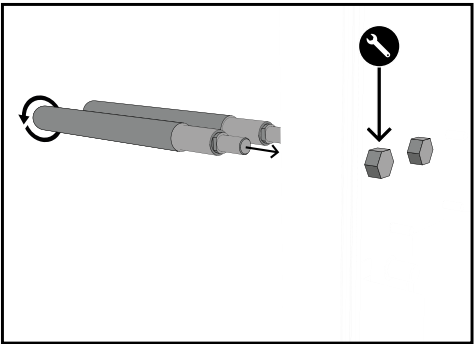

Fig. 14
1. Utilizzando una chiave da 24mm tenere nella posizione indicata nella Fig. 14 il bullone autobloccante M16 fornito nella documentazione del prodotto e contemporaneamente avvitare dall'esterno i sostegni reggi-sella (privo di guaina in gomma).
NOTA: porre particolare attenzione nell'inserimento dei reggi-sella rispettando la sagomatura presente nella colonnina come riportato nella Fig. 14.